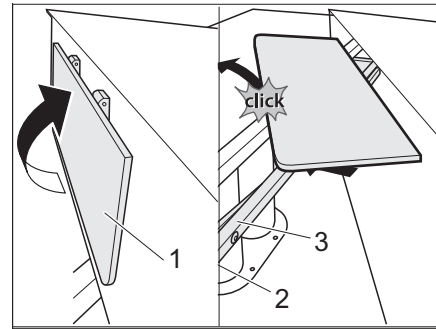

Bild 112 Sätt upp stödkanten
- Lås upp stödkanten (Bild 112,1) och sväng upp den tills den hakar fast på plats.